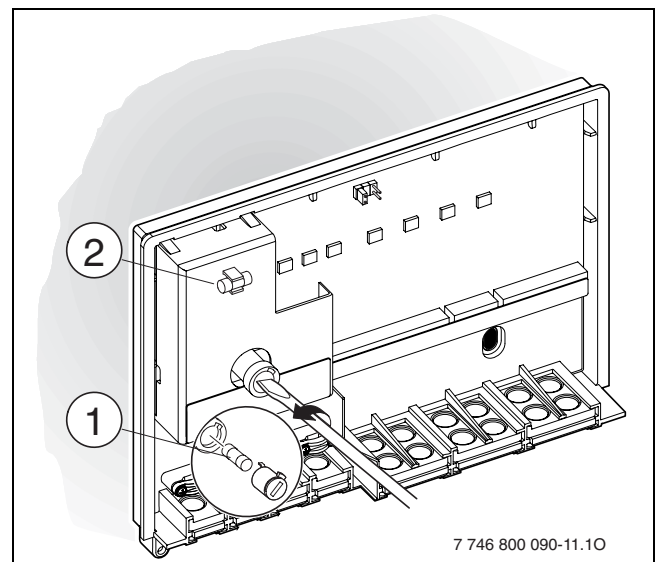

Рис. 14
- ▶ Замінити запобіжник [1] на такий самий тип (2,5 АТ, керамічний, наповнений піском) (→ рис. 14). Запасний запобіжник [2] знаходиться на кришці модуля ICM.